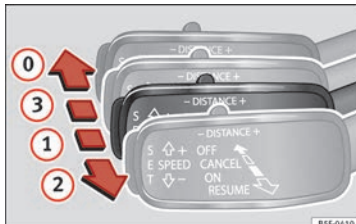

Bild 197 Till vänster om rattstäng: Tredje spaken för användning av den adaptiva farthållaren.
- Dra spaken till läge **1** » **bild 197. ACC standby** visas på den vanliga instrumentpaneldisplayen.